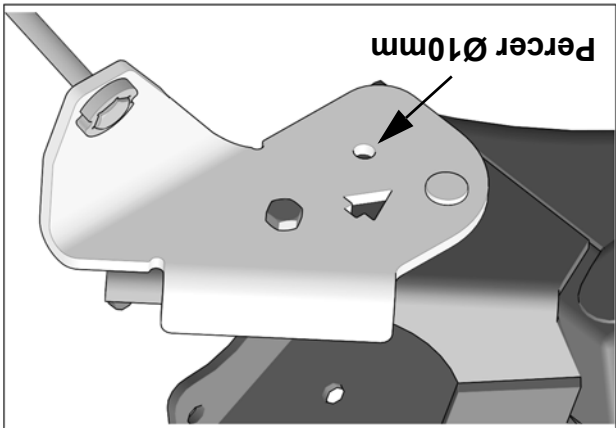

Fig. 9
8. En utilisant le trou libre de la plaque d'ancrage comme gabarit, percez un trou supplémentaire de $\varnothing 10$ mm au bras oscillant de la suspension arrière du véhicule. Voir la Fig. 9